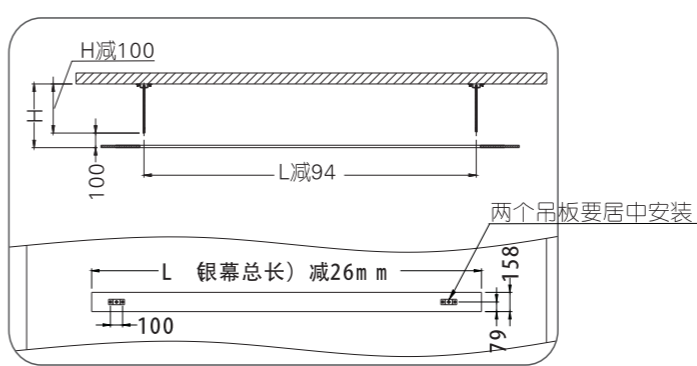
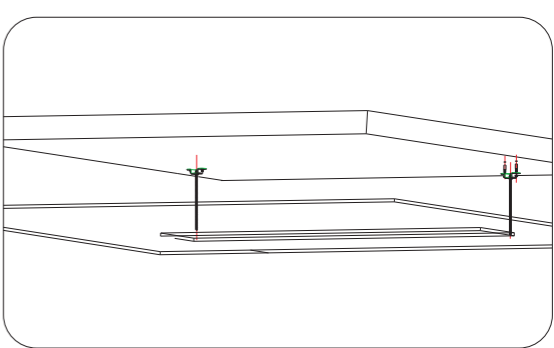

图 4
图 5
3.按图4所示，测量好吊架安装距离，用膨胀螺丝将吊架固定在房顶上,如图5所示。